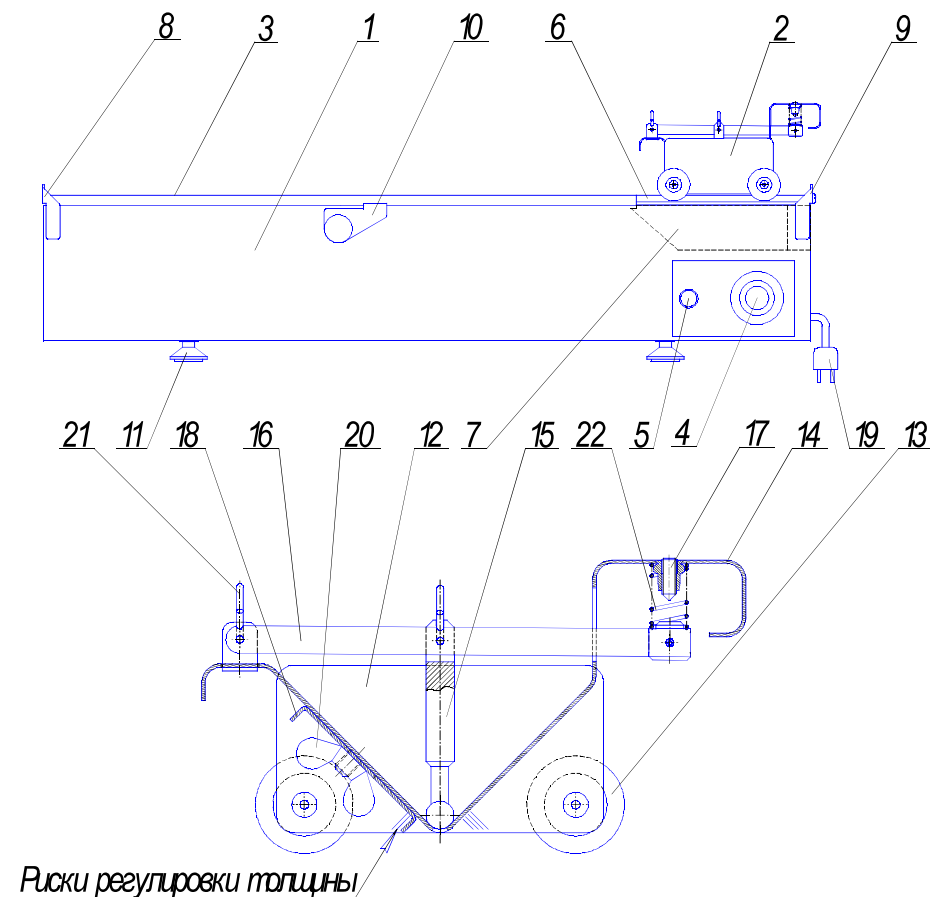

Рис.1 Аппарат жарочный РК-1.1.
Аппарат состоит из основания с чугунной жарочной поверхностью 1 (см. рис.1) и дозирующего устройства (в дальнейшем - каретки) 2.
8.1 После окончания работы снимите с основания Аппарата каретку и ванночку. Снимите разглаживатель, отвинтив гайки. Вынув шпильки 21 (см. рис.1) можно извлечь пружину 22, курок и клапан. Вымойте детали каретки и ванночку используя мыльный раствор и вытрите насухо. Затем соберите каретку, как показано на рис.1.
- Зафиксируйте требуемую толщину блинной заготовки (1 - 4 мм). Для этого отпустите гайки **20** (см. рис.1) на 1/2 оборота и отрегулируйте положение разглаживателя (расположите нижнюю кромку разглаживателя одинаково относительно рисок на внутренних боковых поверхностях корпуса каретки; риски соответствуют толщине блинной заготовки 1, 2, 3 и 4 мм). После этого затяните гайки.
6.4 Установите в нишу ванночку, поставьте каретку на направляющие ручкой вправо, как показано на рис.1.
6.6 Подсоедините вилку сетевого шнура **19** (см. рис.1) к розетке электросети. Для подключения Аппарата необходима однофазная трёхпроводная (параметры подключения зависят от заявленных номинальных мощности, питающего напряжения и частоты) электрическая сеть переменного тока (обязательно наличие заземляющего провода).